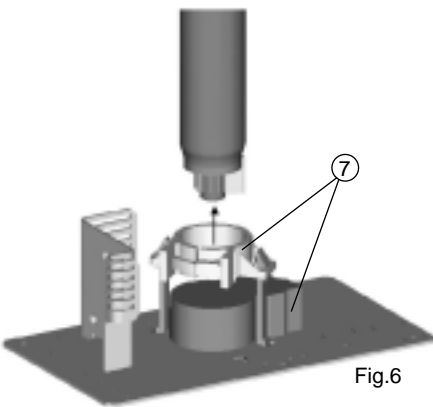

Fig.6
- Schieben Sie die CRT-Leiterplatte mit den Befestigungselementen (7) auf den Bildrohrhals (Fig. 6).